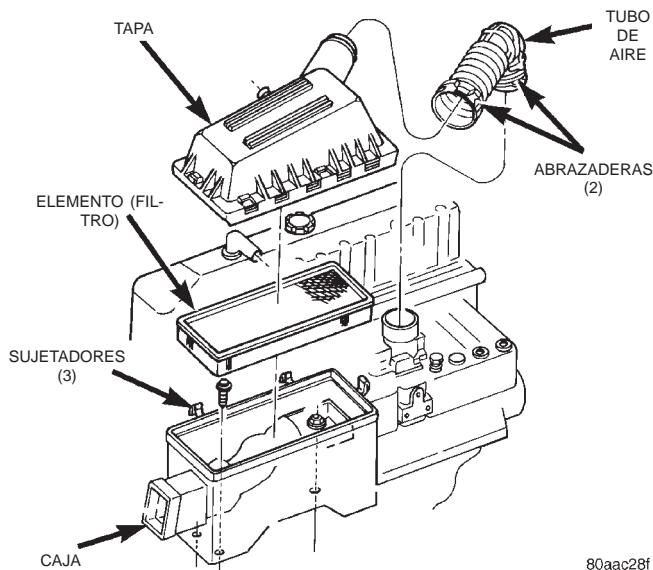
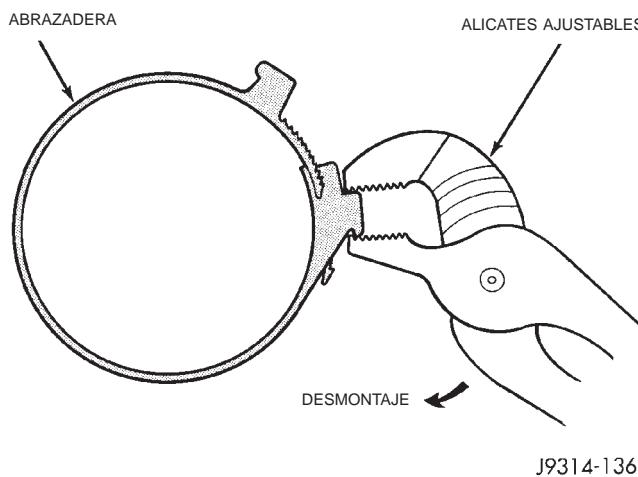

Fig. 54 Caja y elemento (filtro) del depurador de aire
Fig. 55 Desmontaje de abrazadera
(1) Desbloquee la abrazadera del tubo de aire (Fig. 54) de la tapa del depurador de aire. Para desbloquear la abrazadera, instale unos alicates ajustables en la abrazadera y gírelas como se muestra en la (Fig. 55).
- (2) Retire el tubo de aire de la tapa.
- (3) Suelte haciendo palanca los tres sujetadores que retienen la tapa del depurador de aire en la caja del depurador de aire.
- (4) Retire la tapa de la caja y retire el elemento del depurador de aire.
- (5) Antes de reemplazar el elemento, limpie el interior de la caja.